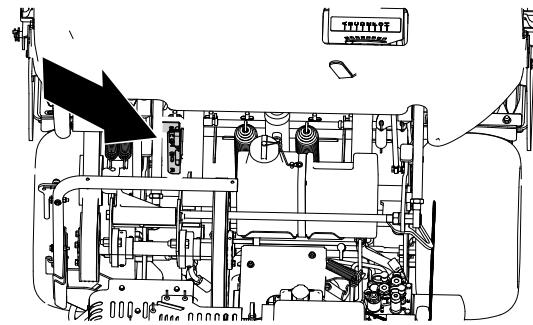

**Figura 33**
- Levante la palanca de enganche del capó y eleve el capó de la máquina (Figura 33).